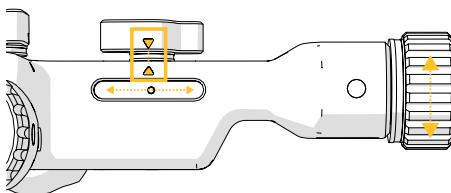
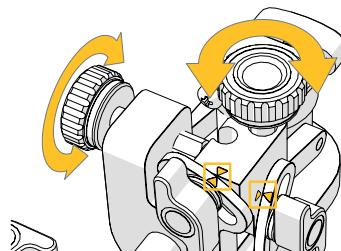

図 2：矢印の位置合わせのためにホイールを調整します。
図 3：矢印の位置合わせのためにホイールを調整します。
- ✓ プレシジョンターゲティングシステムを設定する前に、図2と図3の矢印マークが一致するようにノブを調整します。
3. 図2の矢印マークが一致するように、長さ調整ノブを調整します。アームの公称位置は、矢印の頭を揃えることによって得られます。
4. 図3の矢印マークが一致するように、回転調整ノブを調整します。アームの公称位置は、矢印の頭を揃えることによって得られます。